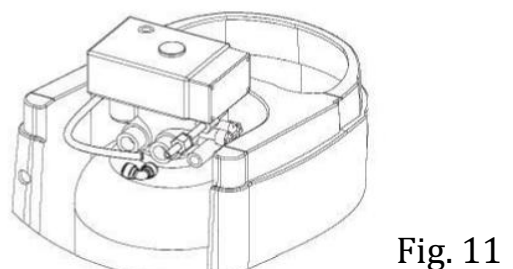

Fig. 11
8.2. Passez le tuyau au travers de l'écrou et insérez l'élargisseur de tuyau dans l'une des extrémités du tuyau. (Fig. 11)